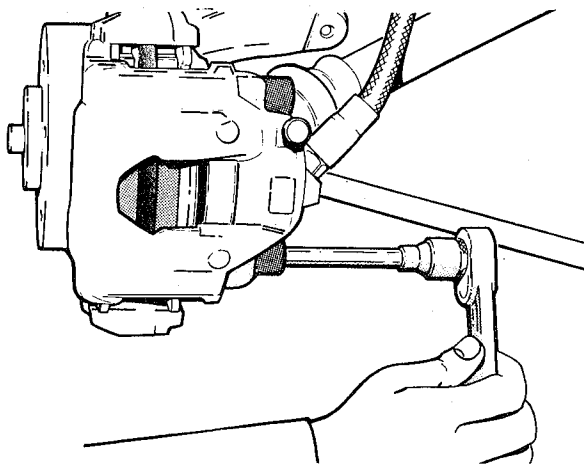

fig. 23
5. Remover os parafusos da parte traseira do cilindro de roda dianteiro com uma chave tipo allen de 7 mm (fig. 23)